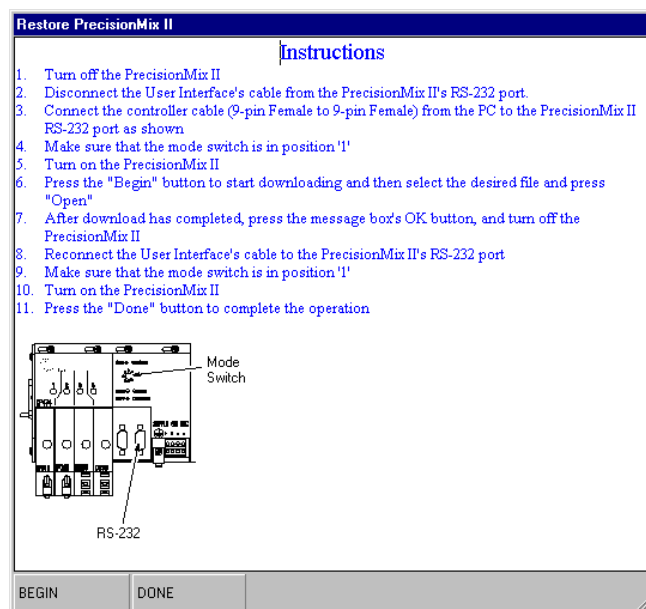

Fig. 13.18
- Appuyer sur le bouton Done pour fermer la fenêtre d'instructions. Voir Fig. 13.18.